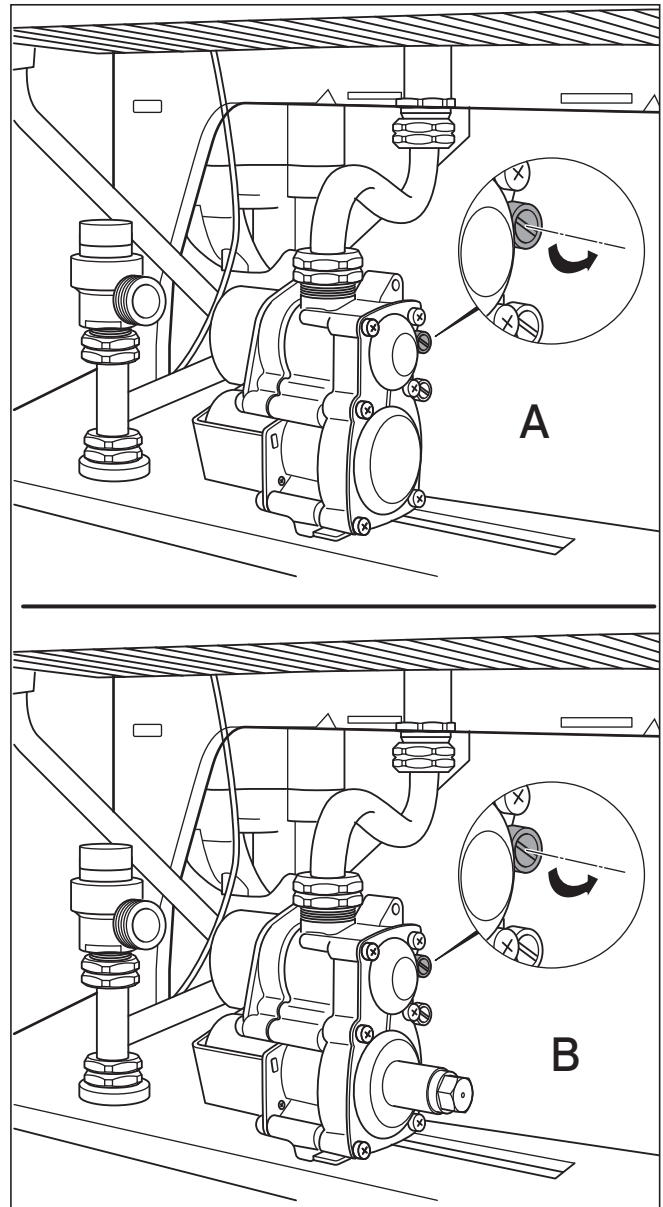

Fig. 6.4 Bocchettone per la misurazione della pressione del bruciatore
- Svitare la vite di tenuta del bocchettone per la misurazione della pressione del bruciatore, vedi fig. 6.4